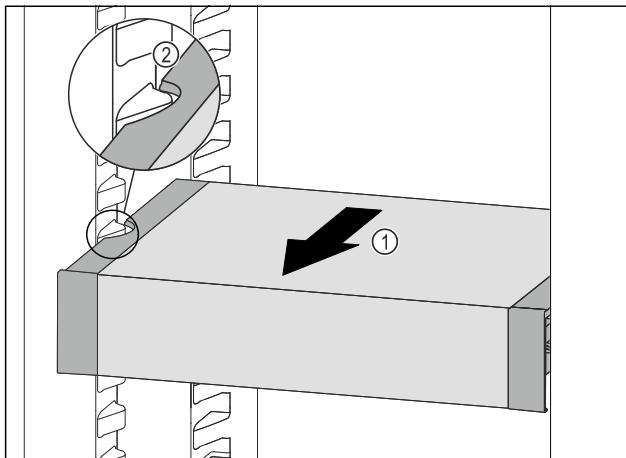

Fig. 87
- Тяните VarioSafe вперед Fig. 87 (1), пока боковые выемки VarioSafe не окажутся на высоте выступа резервуара в холодильном отделении. Fig. 87 (2)